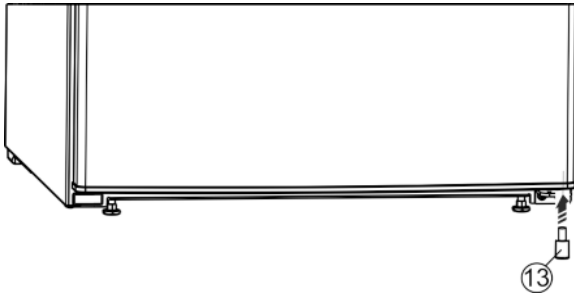

Fig. 8
- Volver a colocar el distanciador Fig. 8 (13) en la parte inferior derecha de la puerta, ya que es importante para la estabilidad del aparato.